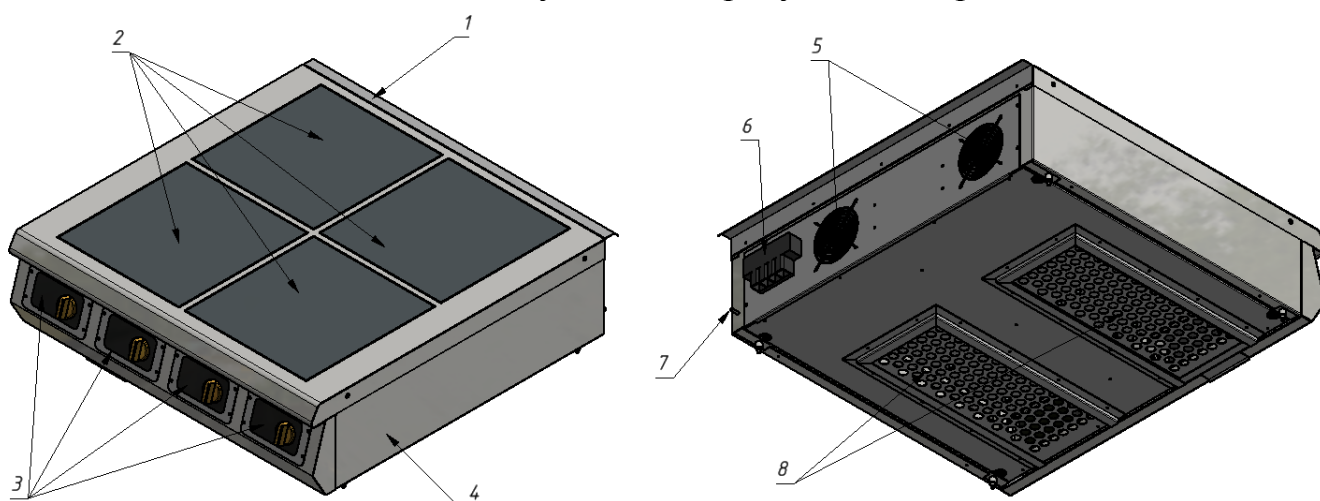

Рисунок 3 – Устройство плиты Ф4ИП/800
10.9. С помощью пылесоса удалите грязь из вентиляционных отверстий (рис. 3, поз. 5).
10.11. **ВНИМАНИЕ!** В нижней части плиты установлены съемные жиरोуловители системы вентиляции (рис. 3, поз. 8). **Эксплуатация плиты без данных фильтров ЗАПРЕЩЕНА!** Необходимо регулярно осуществлять чистку жироуловителей через каждые 240 часов работы плиты. Чистить фильтры необходимо в посудомоечной машине или в горячей воде с использованием моющих средств, разлагающих жиры и масла. После мойки просушите фильтры и установите на место в нижней части плиты.